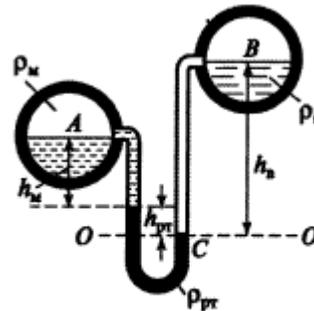

Рис. 2.1
- 2) Два горизонтальных цилиндрических трубопровода А и В содержат соответственно минеральное масло плотностью  $900 \text{ кг/м}^3$  и воду плотностью  $1000 \text{ кг/м}^3$ . Высоты жидкостей, представленные на рис. 2.1, имеют следующие значения:  $h_m=0,2$  м;  $h_{pm}=0,4$  м;  $h_g=0,9$  м. Зная, что гидростатическое давление на оси в трубопроводе А равно  $0,6 \cdot 10^5$  Па, определить давление на оси трубопровода В.